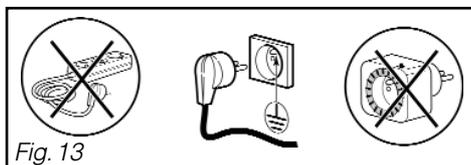

Fig. 13
*O aparelho não deve estar ligado a uma extensão eléctrica, uma tomada múltipla ou um programador eléctrico diferido. (Fig. 13)*